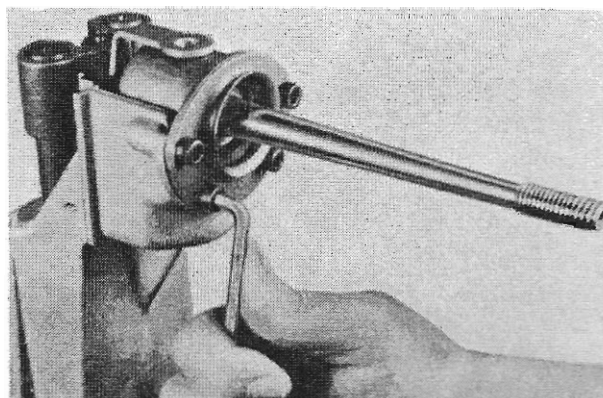

Abb. 2
- 3.2 Die 4 Innensechskantschrauben (634) am Halteblech (632) lösen (Abb. 2). Schalthebel komplett (630) mit Halteblech, Kalotte (631) und Druckfeder (629) herausziehen.